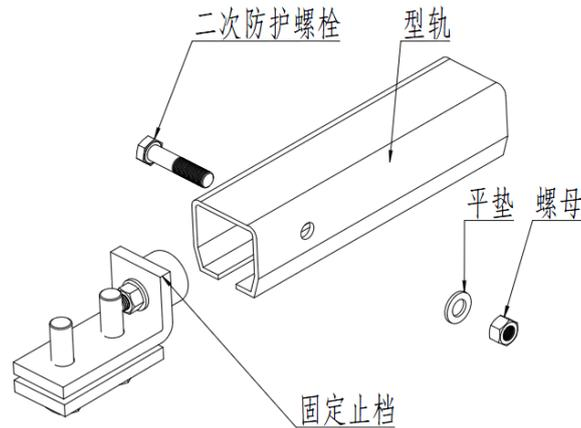

图 2F
- f) 安装终端止档(图 2F)。
- 5.3 重新安装终端止档（如图 2F）。